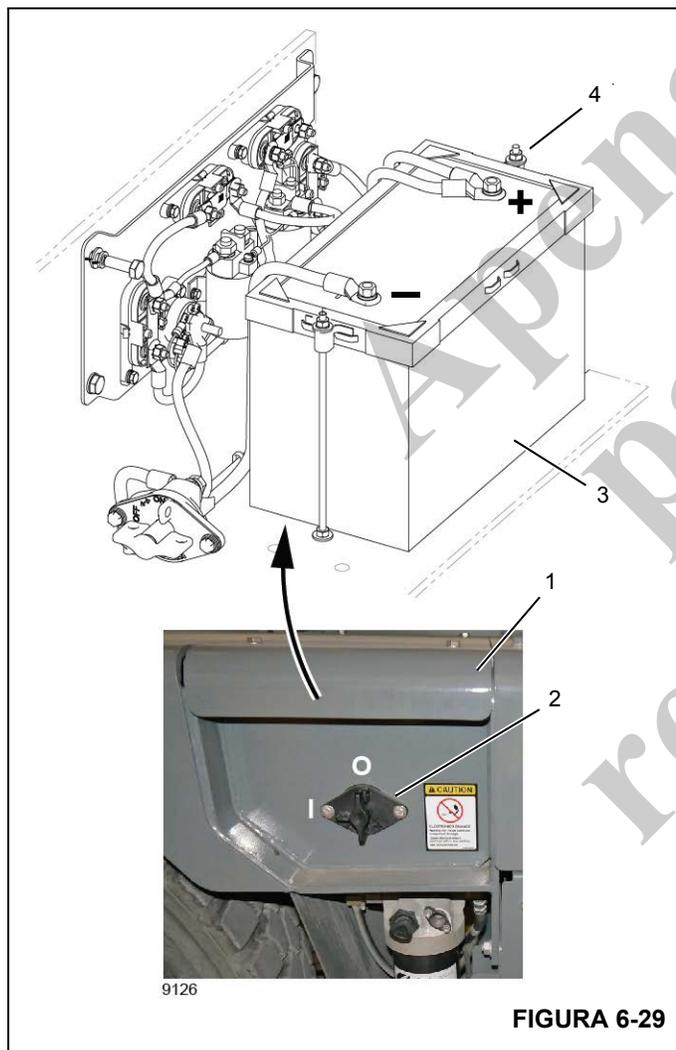

FIGURA 6-29
1. Remova a tampa da bateria (1, Figura 6-29).
2. Use a chave de desconexão da bateria (2) para desconectar a bateria (3).
3. Aperte as ferragens de montagem (4) da bateria (3) que mantêm a bateria presa em seu lugar.